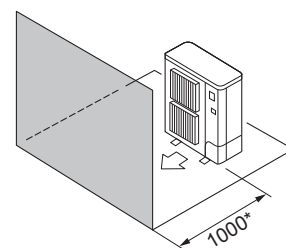

Fig. 2-6
- ④ Kun forhindringer foran (Fig. 2-6)